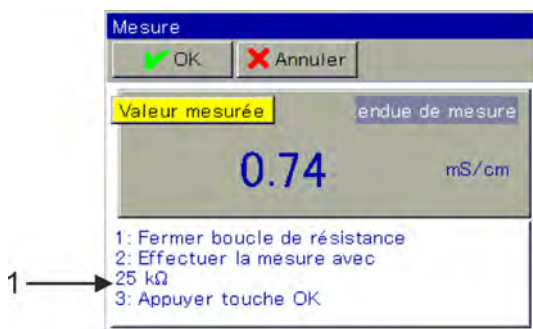

Fig. 79 : Suivre les instructions (pos. 1)
9. ➤ Réglez l'adaptateur d'étalonnage sur 25 kΩ. Lorsque l'affichage de la mesure est stabilisé, confirmez en appuyant sur « OK ». (Voir Fig. 79 .)